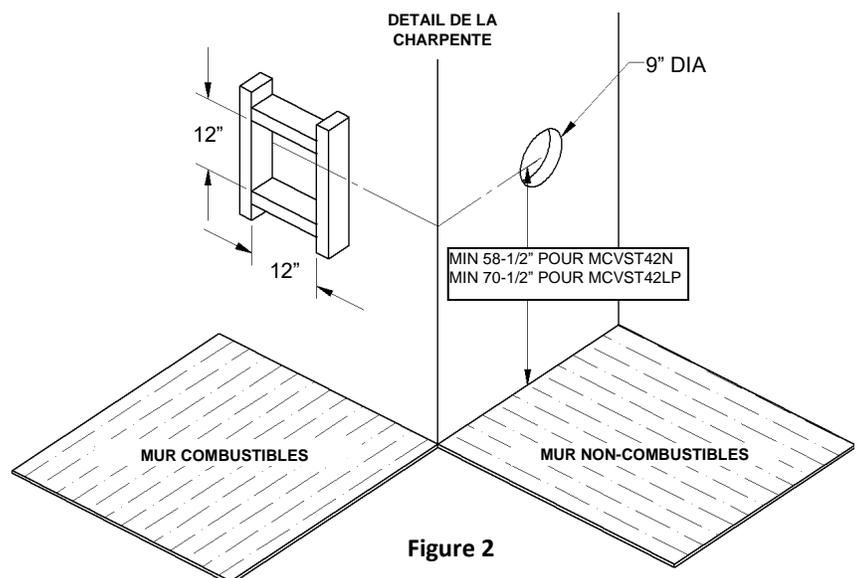

Figure 2
1. Pour déterminer la distance minimale entre le plancher du foyer et le centre de l'évent voir la page Comment encastrer votre foyer. Percez le mur en prévoyant un espace pour un manchon de 12po px12po (diamètre intérieur) pour les murs combustibles et un manchon de 9po de diamètre pour les murs non combustibles. (voir figure 2)
La longueur maximale est de 20p /6.1m lorsque la longueur verticale est de 7pi/2.1m (figure 2) N.B. : Pour chaque 12po de conduit horizontal il doit y avoir 1/4po de conduit vertical.